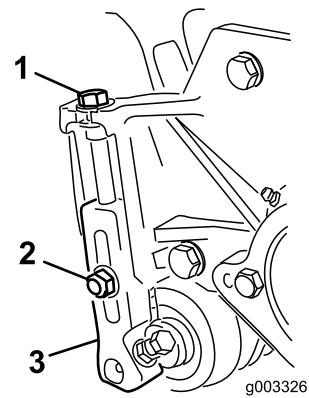

Figura 8
3. Afloje las contratuerzas que sujetan los soportes de ajuste de la altura de corte a las chapas laterales de la unidad de corte (Figura 8).